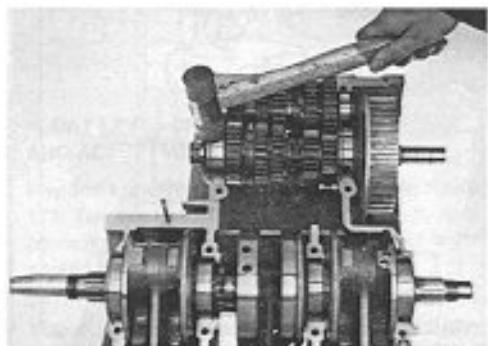

Fig. 175
- Battere leggermente sui cuscinetti degli alberi per assestarli prima di procedere alla installazione del semicarter superiore (Fig. 175).
- Lightly tap the bearings with a plastic mallet to ensure correct seating in the housings, before joining the cases (Fig. 175).